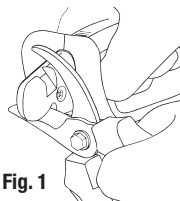

Fig. 1
3. Position the head of the sharpener over the inner-most end of the blade. (see Fig. 1)
3. Positionnez la tête de l'affûteur sur la partie la plus intérieure de la lame (voir fig. 1).
3. Coloque la cabeza del afilador sobre el extremo más al interior de la hoja. (Ver Fig. 1)